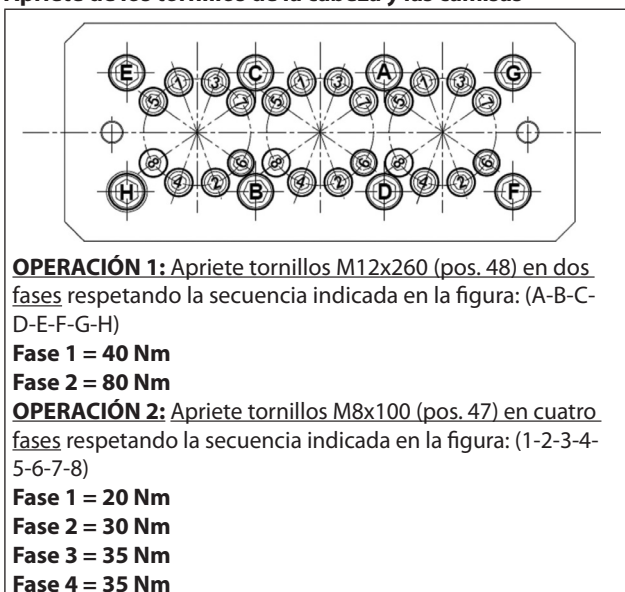

Fig. 68
** Los tornillos de fijación del cabezal pos. dib. desglosado 48 deben ser ajustados utilizando una llave dinamométrica respetando las fases y el orden indicado en el esquema de la (Fig. 68).
*** Los tornillos de fijación de las camisas pos. dib. desglosado 47 deben ser ajustados en una única fase respetando el orden indicado en el esquema de la (Fig. 68).